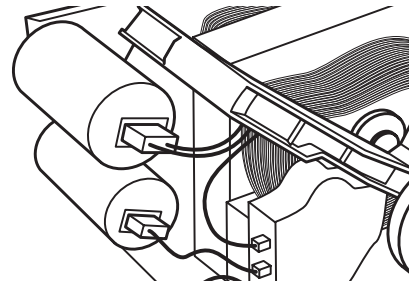

Figure 9c - Condensateurs du moteur.
12. Si le moteur est doté de deux condensateurs attachés, comme illustré à la figure 9c, exécuter la procédure suivante. Dans le cas contraire, passer à l'étape 13. Retirer les condensateurs du moteur et les vérifier : pour retirer chaque condensateur, débrancher son connecteur et dévisser l'écrou à son extrémité (voir la figure 9c). Les connecteurs des condensateurs sont dotés de détrompeurs pour faciliter leur connexion dans le bon sens. Ils sont noirs pour le